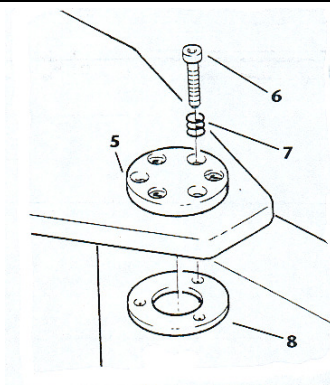

Fig.46
5. Positionner dans les trous restants les ressorts et vis **7** et **6**, vérifier soigneusement que tout soit bien dans son logement et n'interfère pas avec le disque de pression (fig. 46).